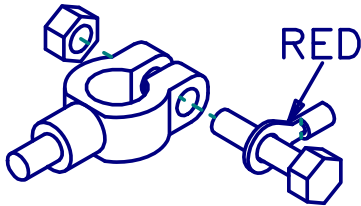

Figura 2. Conexiones de terminales
- c. Conecte la terminal roja al borne positivo de la batería como se ilustra en la Figura 2.
- d. Fije la terminal negra al chasis del vehículo o al bloque del motor (la ubicación prefiera). Si no encuentra una ubicación adecuada en el chasis o en el bloque del motor, puede hacer la conexión en la batería misma, usando la ilustración de la Figura 2.